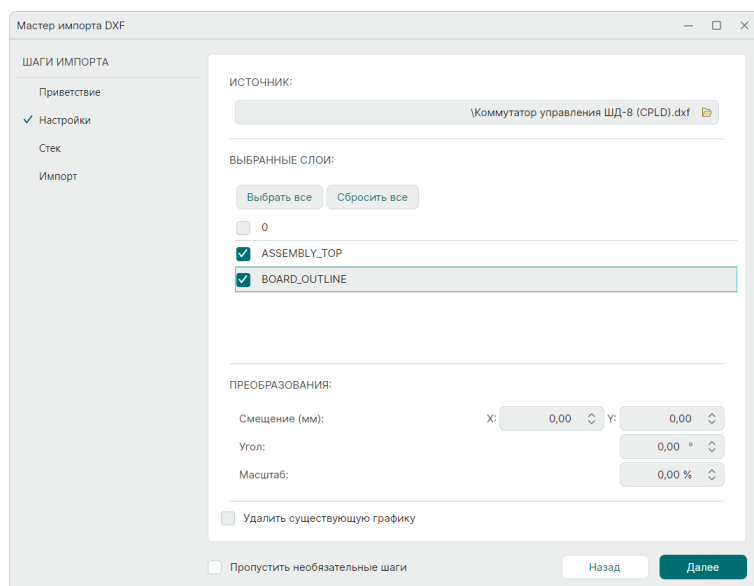

Рис. 85 Выбор слоев для импорта
5. Выберите необходимые для импорта слои в разделе «Выбранные слои», см. Рис. 85.